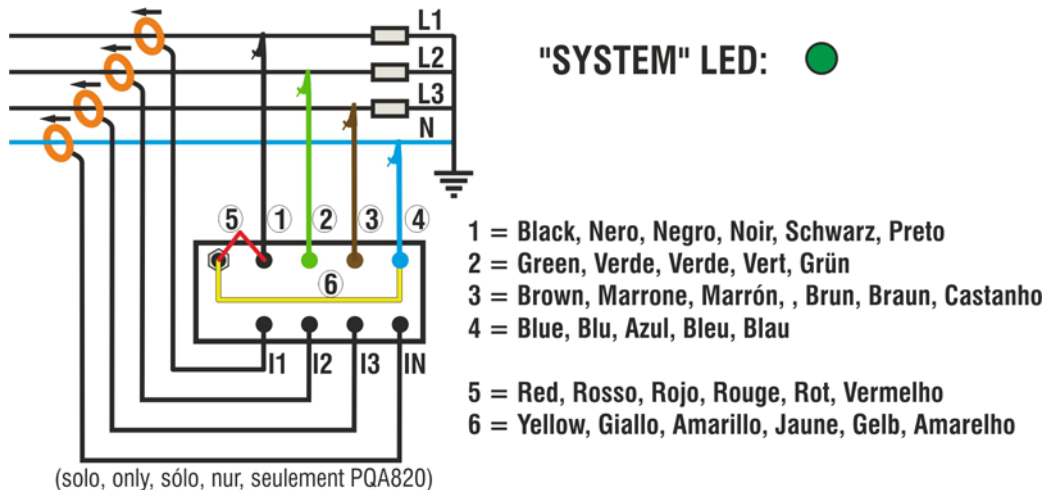

Fig. 4: Collegamento dello strumento in un sistema Trifase 4-fili
2. Collegare i terminali di alimentazione (rosso e giallo) rispettando le connessioni indicate in Fig. 4
3. Collegare i cavi delle tensioni L1, L2 e L3 rispettando le connessioni indicate in Fig. 4
5. Se si intende effettuare rilevazioni di corrente e potenza collegare le pinze amperometriche sui conduttori di fase **rispettando il verso indicato sulla pinza** e le connessioni indicate in Fig. 4